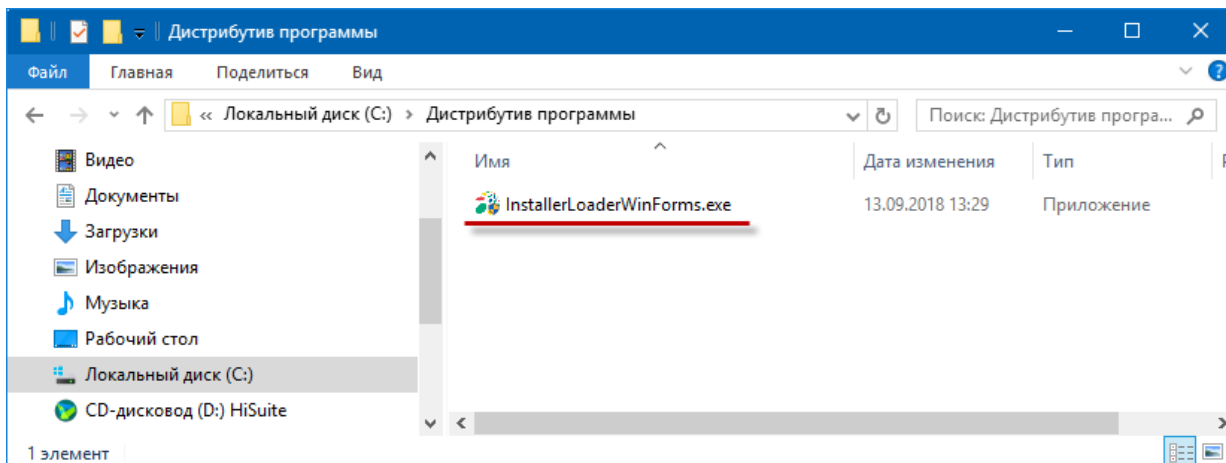

Рисунок 1 – Дистрибутив адаптера
1. Дистрибутив адаптера можно получить, заполнив заявку на сайте компании <https://www.esphere.ru/products/edi/1c-adapter-pro/>. После получения дистрибутива необходимо запустить файл для начала установки (рис. 1).